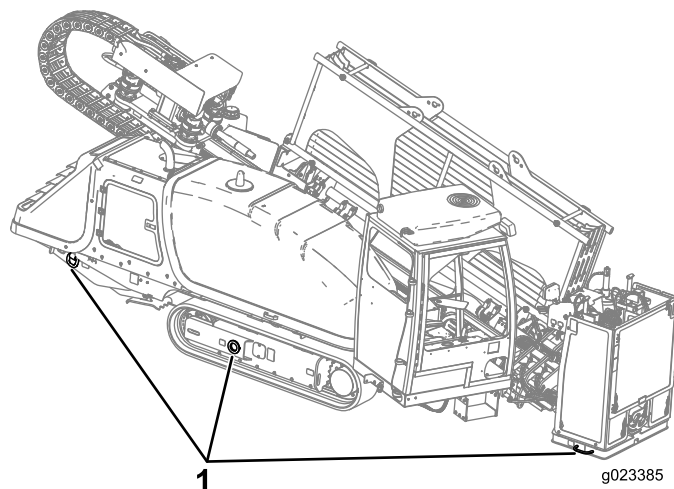

Figura 68
9. Usando correntes e cintas com resistência adequada, prenda os anéis nas lateiras da esteiras esquerda e direita e da placa de ancoragem ao reboque (Figura 68).